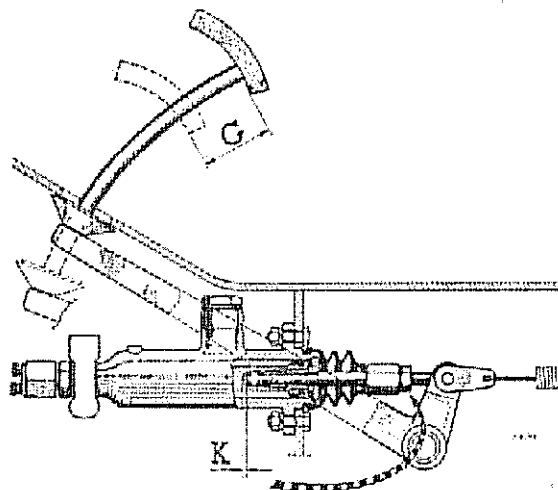
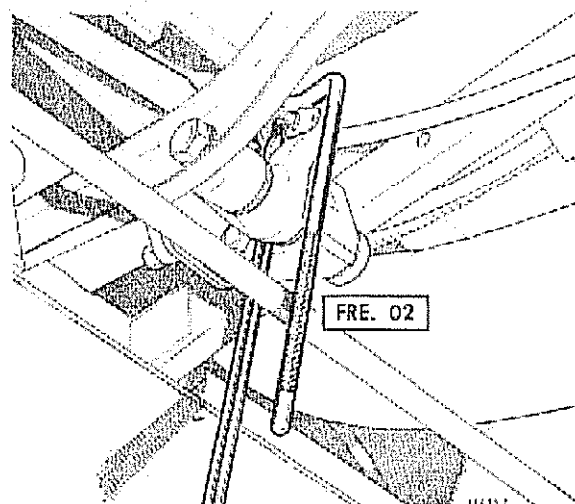

Fig. 322
Fig. 323
- 5) Regular el juego libre del pedal de freno a un valor "G" apròx. igual a 20 mm (Fig. 322), al efectuar esta operación, automáticamente se obtiene el juego libre "K" entre vástago y pistón. La regulación se efectúa aflojando o apretando el vástago de empuje con la herramienta especial FRE 02 (Fig. 323). Luego de obtenida la regulación, apretar firmemente la contratuerca.